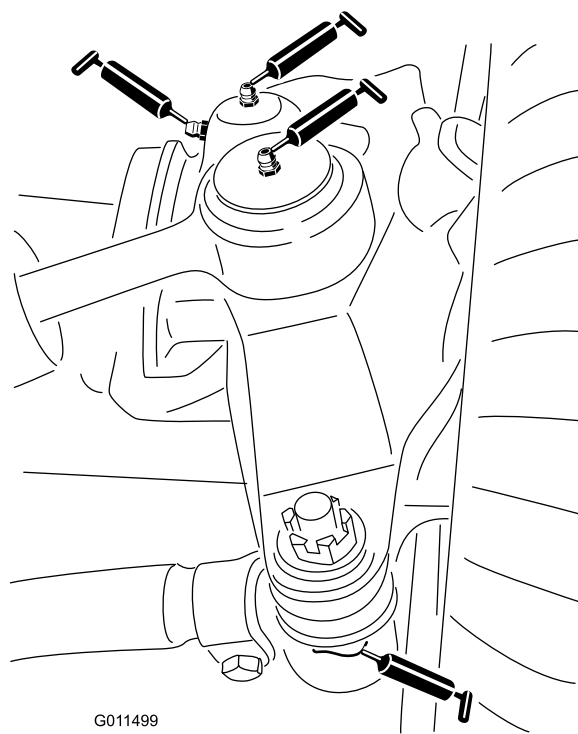

Figura 38
- Articulaciones esféricas del cilindro de dirección (2) (Figura 38)
- Articulaciones esféricas de las bielas (2) (Figura 38)
- Casquillos del pivote de dirección (2) (Figura 38).